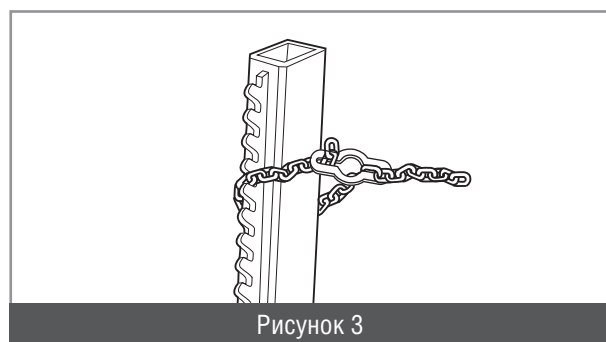

Рисунок 3
- Для фиксации цепи на стойке силового устройства используется фиксатор цепи (рисунок 3).